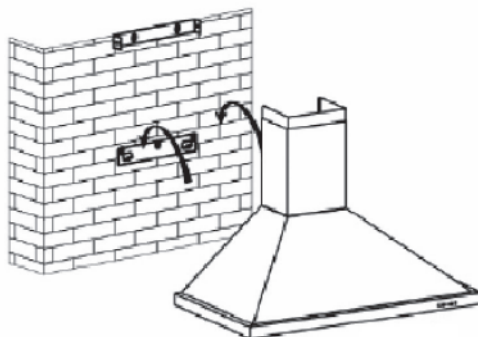

Fig. 2
(fig. 2)
- Posez et fixez le corps de la hotte sur ce support avec les vis prévues en dotation (fig. 2).